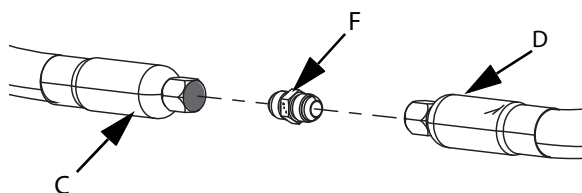

Рис. 20
- 6. При использовании двух шлангов (C и D) примените фитинг шланга подачи 1 для шланга подачи 2 (F), чтобы подключить шланг подачи 1 (C) к шлангу подачи 2 (D). См. Рис. 20.